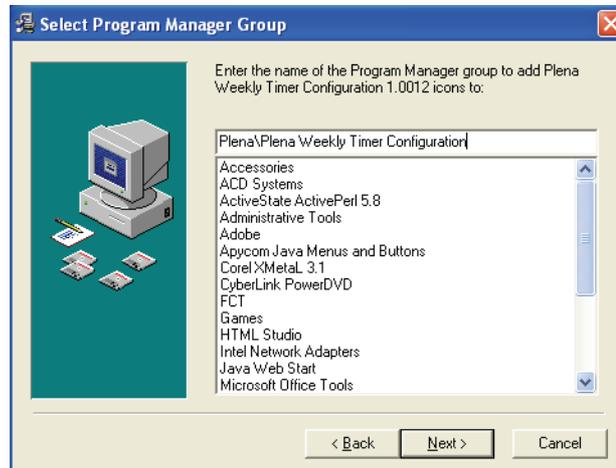

figura 8.3: Selezione del gruppo di gestione programmi
- 3 Selezionare la cartella di destinazione, quindi fare clic su [Avanti]. Compare una finestra simile a quella in figura 8.3.